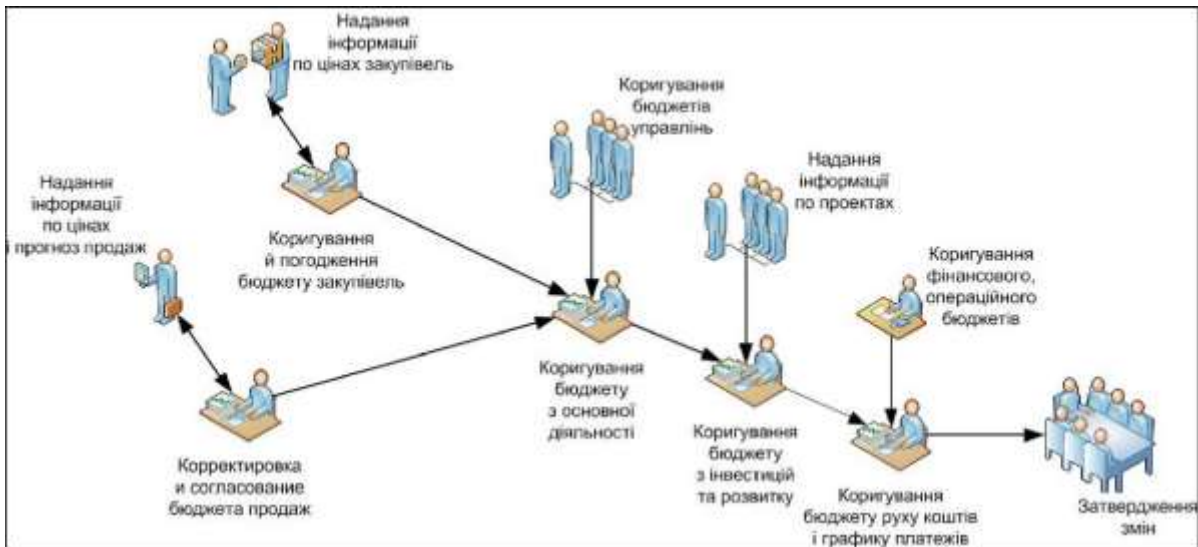

Рис. 5.11. Діаграма потоків робіт
5. Змістимо написи фігур так, щоб вони не заважали читанню креслення (рис. 5.11).